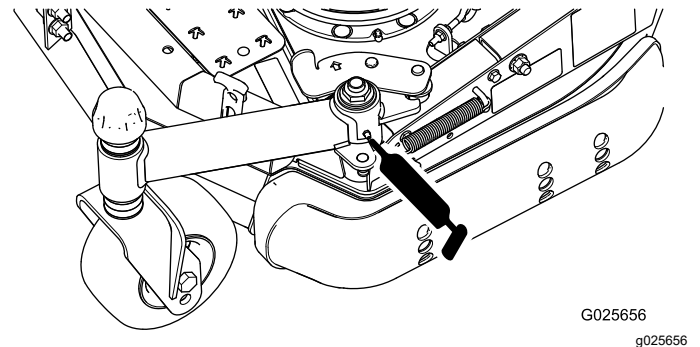

Figura 17
- Pivote del brazo de la rueda giratoria plegable (1) (Figura 17)